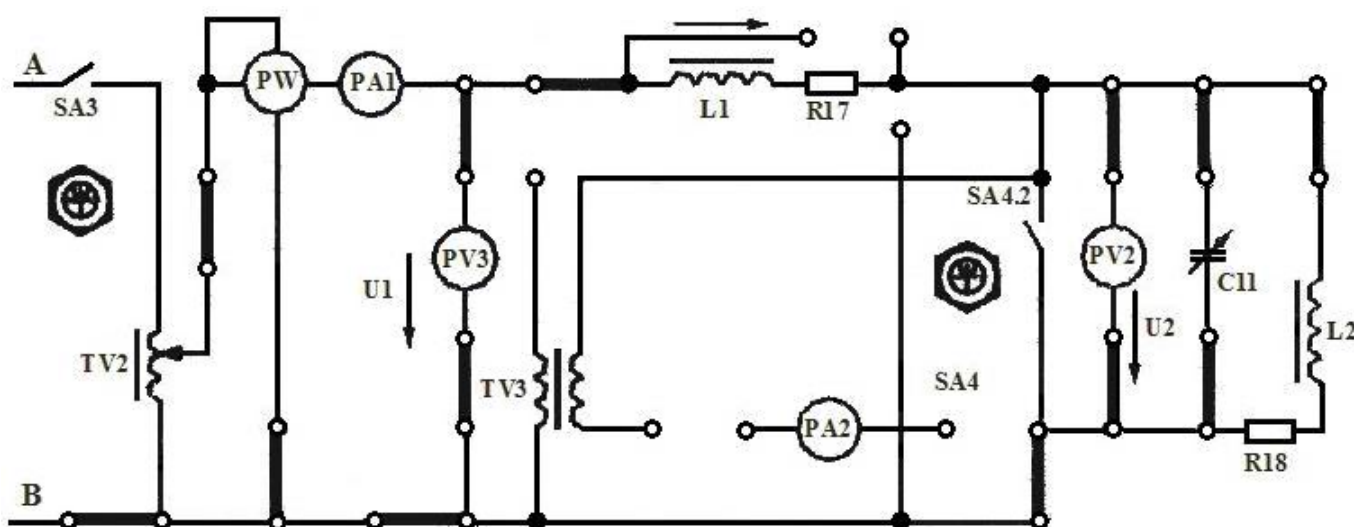

Рис. 5.1
2. Собрать схему рис. 5.1. (при этом С11 не подключать, а L1, R17 закоротить перемычкой).
9. Собрать полную схему рис. 5.1. Проверить, что SA 4 выключен.